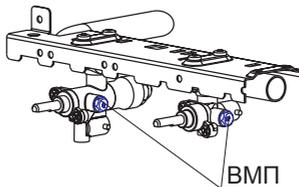

рис. 14
**Для снятия дверцы духовки необходимо (см. рис. 14):**
## 22.2. Проведение замены винтов малого пламени (ВМП) в кранах горелок стола и горелки духовки (рис. 14):